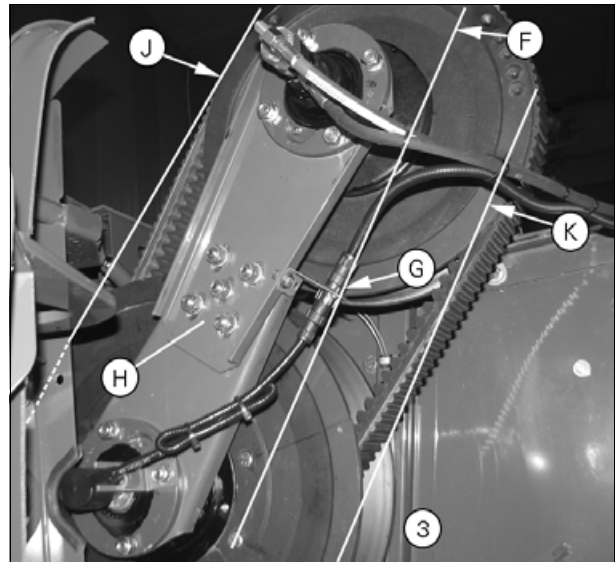

Рис. 5.
- Установив прямолинейную планку, как описано выше, измерьте расстояние от неподвижного полушкива гидравлического вариатора в точках (F) и (G). Если разница между результатами двух измерений превышает 2 мм, отрегулируйте длину опорного кронштейна в точке (H) (рис. 5). (Диапазон регулировки длины составляет макс. ± 1 мм).
- Прижав прямолинейную планку к неподвижному полушкиву механического вариатора на наружной части фланца рис. 5, измерьте расстояние от неподвижного полушкива гидравлического вариатора в точках (J) и (K). Если разница между результатами двух измерений превышает 2 мм, необходимо выполнить выравнивание со стороны машины, на которой расположена ступица механического вариатора.